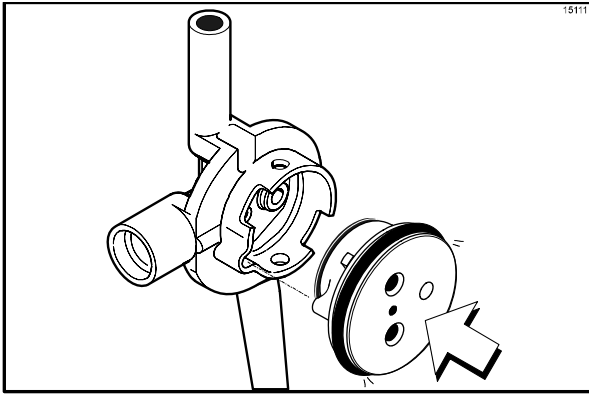

Figura 148
7. Insira o orifício de ar no furo do adaptador de entrada do mix. (Veja a Figura 148.)